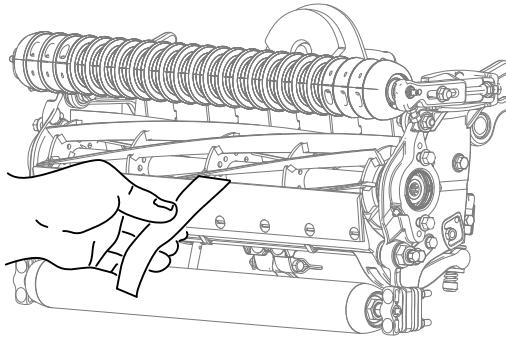

Figura 8
- B. Inserite una lunga striscia di carta di verifica del taglio (n. cat. Toro 125-5610) tra il cilindro e la controlama, perpendicolarmente alla controlama (Figura 8), poi ruotate **lentamente** il cilindro in avanti: dovrebbe tagliare la carta; in caso contrario, ripetete i passaggi A e B finché ciò non avviene.